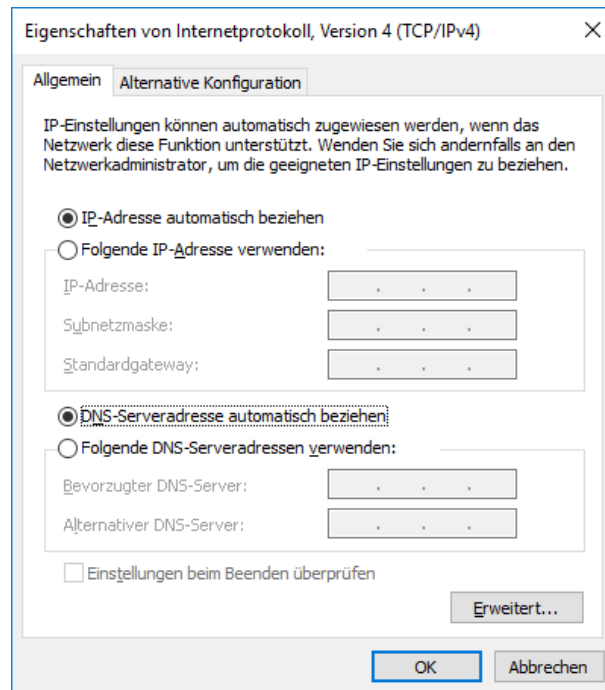

Abbildung 14: Eigenschaften von Internetprotokoll, Version 4 (TCP/IPv4)
5. Das Fenster „Eigenschaften von Internetprotokoll, Version 4 (TCP/IPv4)“ zeigt die aktuelle Konfiguration an. Bitte machen Sie einen Screenshot oder notieren Sie sich die in diesem Fenster enthaltenen Informationen. Diese benötigen Sie, um die Internetverbindung am Ende der Verbindung mit dem A10-RTK Sensor wiederherzustellen (vgl. Abb. 14).
7. Um die Internetverbindung Ihres Computers wiederherzustellen, wiederholen Sie die Schritte 1 bis 4 und ändern Sie die Informationen im Fenster „Eigenschaften von Internetprotokoll, Version 4 (TCP/IPv4)“ wieder so, wie sie in Schritt 5 waren (vgl. Abb. 14).